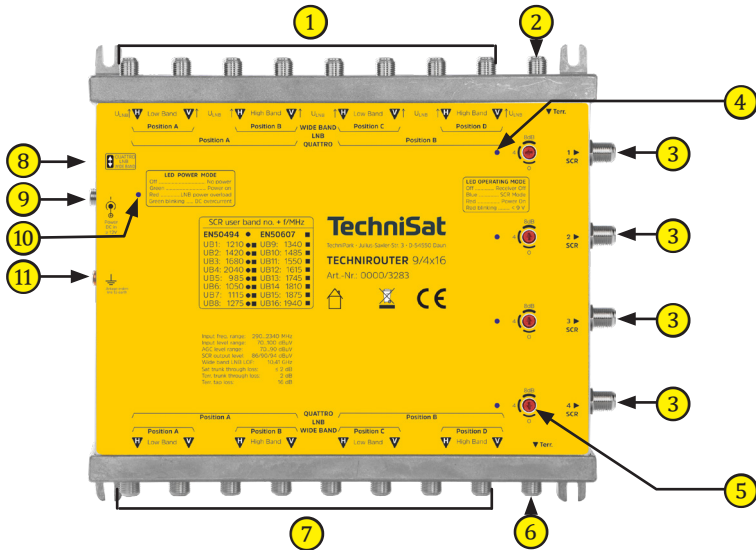

Abb. 1: Ansicht TECHNIROUTER 9/4x16
Beim Betrieb mit 4 Orbitpositionen verwenden Sie Wide-Band-LNBs mit einer LOF von 10,41 GHz. Für die passende Betriebsart stellen Sie den **Schiebeschalter** (Abb. 1 auf Seite 4, Nr. ⑧) in die entsprechende Position.
Die **LED** (Abb. 1 auf Seite 4, Nr. ④) zeigt die Statusfunktion des zugehörigen Einkabelausgang an.
Zur Stromversorgung schließen Sie das 12V Steckernetzteil an die Hohlbuchse **DC in 12V** an (Abb. 1 auf Seite 4, Nr. ⑨). Es versorgt den **TECHNIROUTER 9/4x16**, die LNBs und weitere an den Stammleitungen angeschlossenen Komponenten. Die maximale Stromabgabe über die F-Buchsen (Abb. 1 auf Seite 4, Nr. ①) beträgt 500mA.
Die **LED** (Abb. 1 auf Seite 4, Nr. ⑩) zeigt die Statusfunktion der Stromversorgung an.